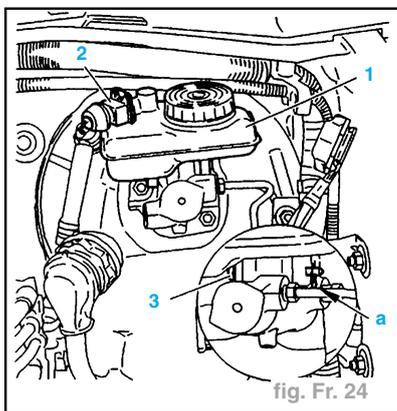

fig. Fr. 24
- Vidanger le réservoir de liquide de frein (1), à l'aide d'une seringue (fig. Fr. 24).